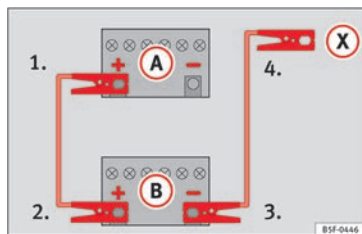

Fig. 72 Schéma de branchement pour les véhicules non équipés du système Start-Stop.
» **fig. 72**.
3. Raccordez l'autre extrémité du câble de démarrage *rouge* à la borne positive (+) du véhicule fournissant le courant (B).
4. *Sur les véhicules sans système Start-Stop* : raccordez une extrémité du câble d'urgence *noir* à la borne négative (-) du véhicule fournissant le courant (B) » **fig. 72**.
- *Sur les véhicules avec système Start-Stop* : raccordez une extrémité du câble d'urgence *noir* (X) à une borne de mise à la terre appropriée, à une pièce métallique massive